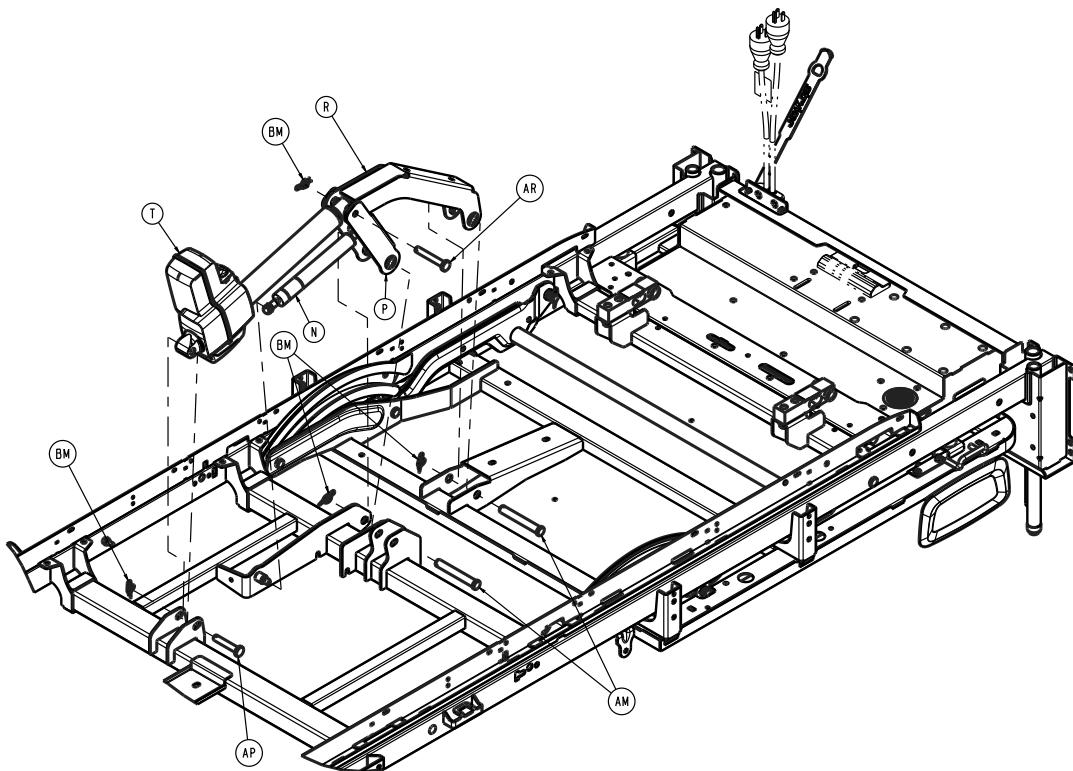

Figure 44 – Remplacement de l'actionneur du relève-buste
11. À l'aide d'une pince à becs fins, retirer les deux goupilles bête (BM) des deux axes à épaulement qui fixent l'actionneur du relève-buste (T) au plan de couchage et au châssis du relève-buste (Figure 44). Conserver les goupilles bête.
12. Soutenir l'actionneur. Retirer et conserver les deux axes à épaulement (AP, AR) (Figure 44).